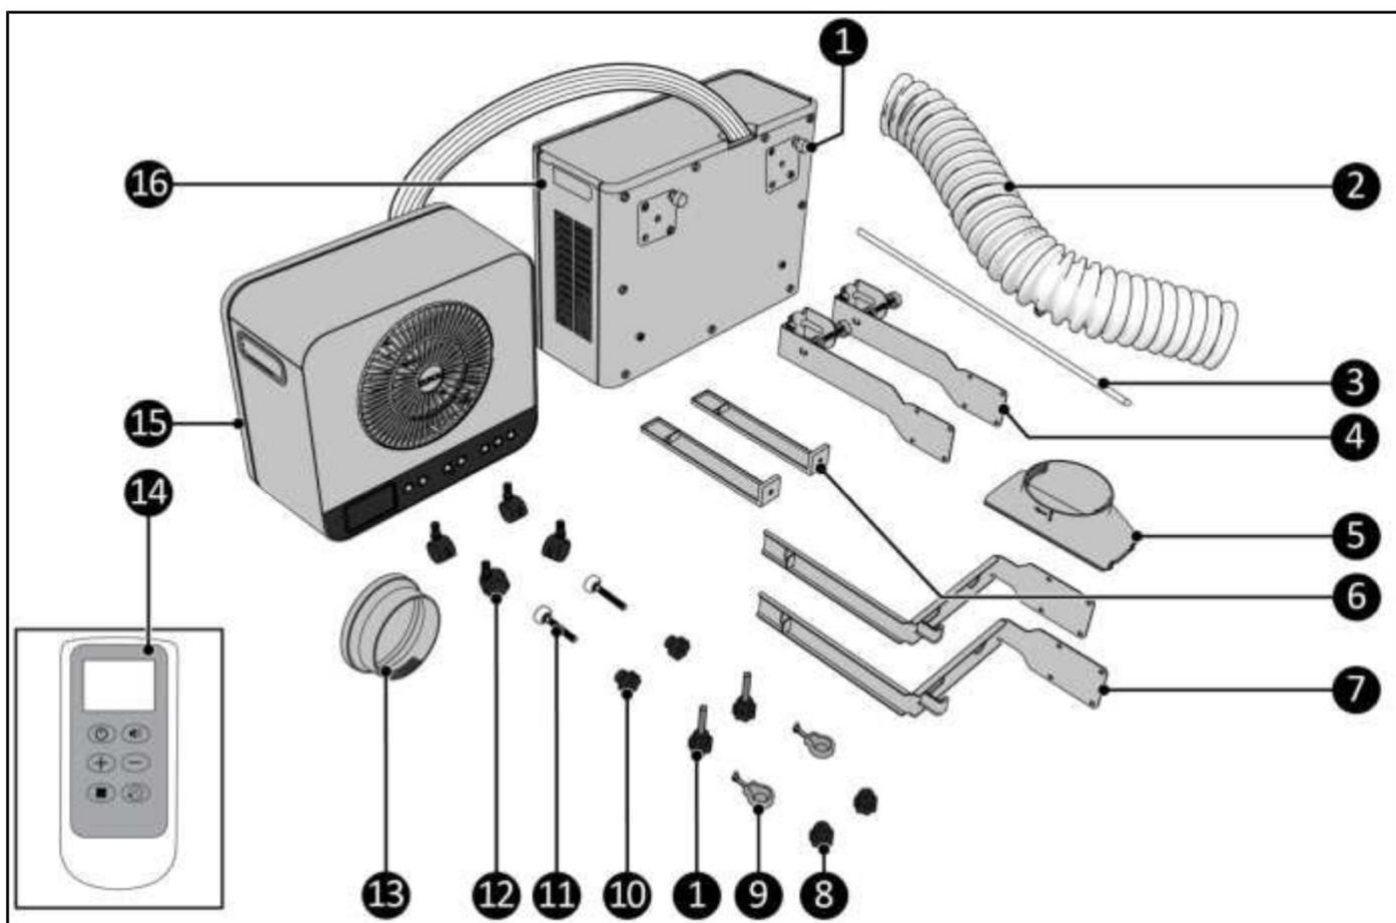
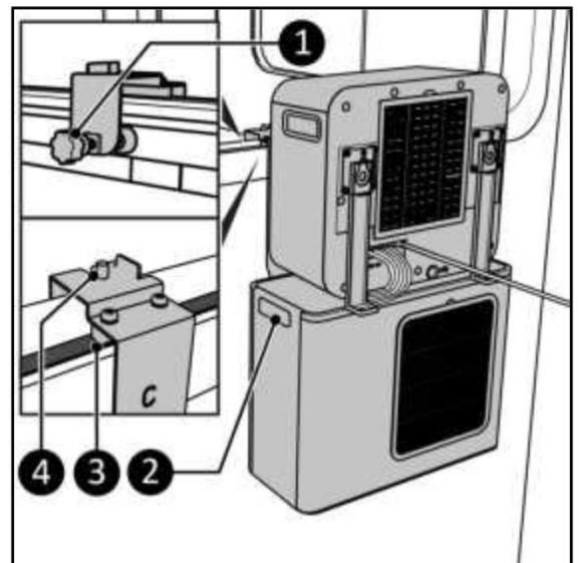
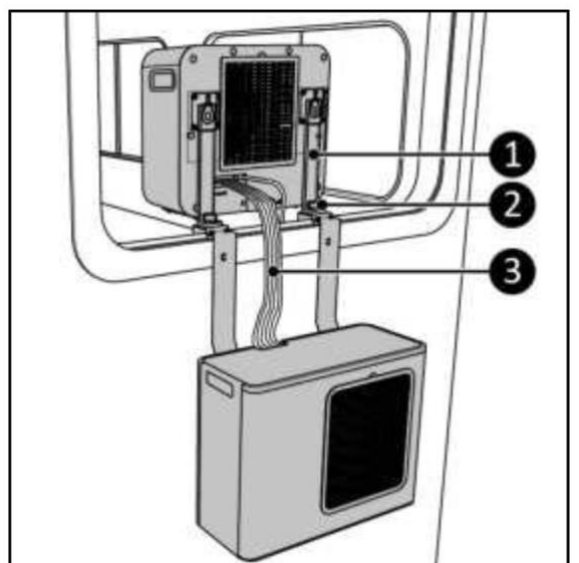

Figura 24.
Figura 31
Figura 32
8. Așezați întreaga unitate în fereastră folosind mânerul lateral al unității exterioare (Figura 31, articolul 2). Asigurați-vă că blocurile gri sunt în garnitura ferestrei.
9. Strângeți șuruburile (Figura 31, articolul 1) cu mâna pe rulotă.
10. Asigurați-vă că aveți capacele cu șuruburi (Figura 24, poz. 8) la îndemână pentru firele de pe suport (Figura 31, poz. 4).
11. Ridicați unitatea interioară prin fereastră și puneți cârligele (Figura 32, poz. 1) pe capătul filetat (Figura 32, poz. 2).
12. Strângeți capacele cu șuruburi (Figura 24, poz. 8) pe filete (Figura 32, poz. 2).
14. Furtunul de agent frigorific (Figura 32, poz. 3) este direcționat între unitățile interioare și exterioare. Evitați îndoirea furtunului de răcire în coturi mai mici de 30 mm.